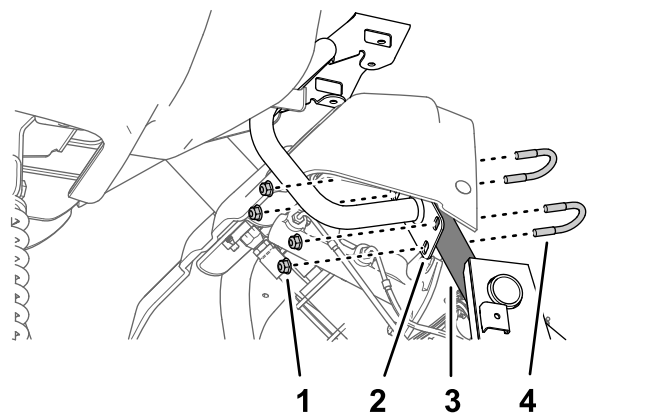

图164
3. 用 2 个 U 形螺栓和 4 个凸缘锁紧螺母 5/16 英寸将监控器安装架的底板组装到机器底板的支撑管上 图164。